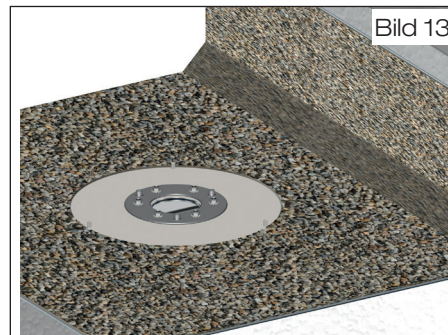
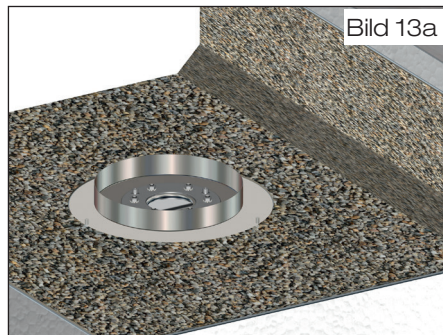

Bild 13
Bild 13a
2.5 Bodenplatte auf Dachdichtungsbahn aufsetzen. Dachdichtungsbahn mit Bodenplatte, Losflansch und beiliegenden Schrauben verklemmen (Bild 13). Bei Notablauf Wehrbecken auf Bodenplatte aufsetzen (Bild 13A). Beiliegende Schrauben mit Steck- oder Ringschlüssel SW 19 gegenüberliegend anziehen. Anzieh-Drehmoment: 20 Nm. Überstände der Abdichtungslage in den Einlaufbereich sind zu entfernen. **Nach der Fachregel für Abdichtungen (Flachdachrichtlinie Ausgabe Dezember 2016) müssen die Muttern der Flanschverbindungen 3x angezogen werden.**
3.6 Saughaube mit beiliegenden Befestigungsschrauben und U-Scheiben mit Bodenplatte verschrauben (Bild 13 bzw 13A). Beiliegende Schrauben mit Steck- oder Ringschlüssel SW 10 anziehen. Befestigung handfest bis max. 5 Nm.